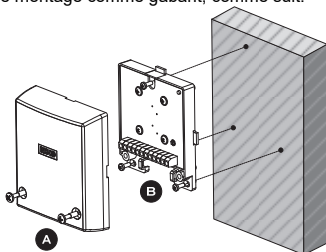

Figure 1: Montage du détecteur directement sur une surface métallique
- Retirer les vis de fixation du couvercle et séparer le couvercle de la base, voir Figure 1(A) / 2(B).
Montage direct sur une surface métallique (Figure. 1)
- c. Monter le détecteur à l'aide des vis de fixation fournies, voir Figure 1(B).
- Remplacez le couvercle et serrez les vis de fixation du couvercle; voir Figure 1(A)/2(B).